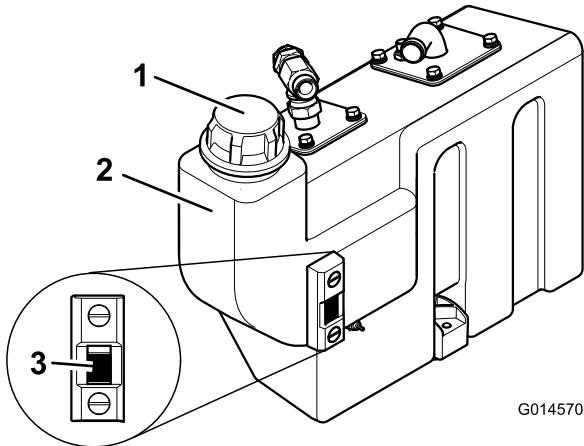

Bild 26
3. Wenn Hydrauliköl benötigt wird, reinigen Sie den Bereich um die Abdeckung des Hydraulikbehälters (Bild 26). Schrauben Sie den Deckel ab.